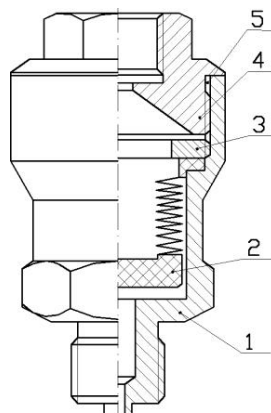

Рис. 13
2) Для штуцерных разделителей высокого давления типа ВН-... (рис.13):